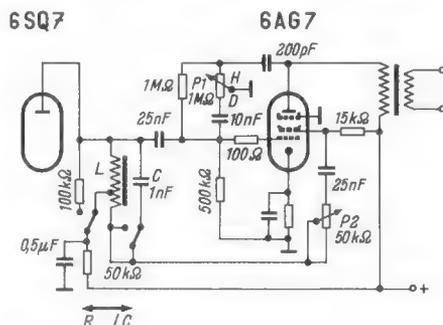
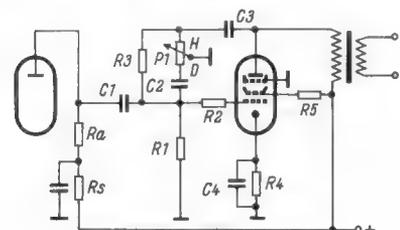

Bild 2. Einfügung eines Nf-Selektionskreises in die Endstufe
Bild 1. Ursprüngliche Schaltung des Niederfrequenzteiles
In dem vorliegenden Fall wurden zu der ursprünglichen Schaltung folgende Einzelteile zusätzlich benötigt: 1 Nf-Drossel, 1 zweipoliger Umschalter, 1 Potentiometer und 2 Kondensatoren. Die ursprüngliche Schaltung ist in Bild 1 wiedergegeben. An der Schaltung ist nichts Außergewöhnliches. P 1 dient zur Regelung der Tonhöhe und gleichzeitig der Gegenkopplung, wie dies bei manchen Rundfunkgeräten auch gemacht wird. R 5 ist ein Widerstand, der die Schirmgitterspannung herabsetzt und gleichzeitig als Begrenzer wirkt. Diese Schaltung war in einem vom Verfasser vor Jahren umgebauten BC-342 vorhanden. Mit wie wenig Änderungen die Einfügung eines Nf-Selektionskreises möglich ist, zeigt Bild 2. Die Nf-Drossel (etwa 12 Henry, mit Anzapfung bei etwa 15% vom unteren Ende) bildet mit dem 1-nF-Kondensator (C) den Resonanzkreis, der über P 2 durch die vom Schirmgitter der Röhre abgenommene Spannung entdämpft wird. Dies ist die Arbeitsweise bei Stellung LC des Umschalters. In Stellung R des Umschalters ist der ursprüngliche Widerstand Ra als Arbeitswiderstand der Vorröhre in Betrieb. Die vom Schirmgitter der Endröhre abgenommene Spannung gelangt jetzt auch über die Drossel zum Gitter. Der wesentliche Unterschied ist jedoch, daß diesmal keine Rückkopplung eintritt. Dies ist ganz einfach dadurch erreicht, daß die Anzapfung der Drossel in der Stellung R nicht an Masse liegt. In der Stellung LC liegt die Anzapfung über den 0,5-μF-Kondensator für Niederfrequenz an Masse; dies bewirkt die Entstehung der Rückkopplung durch passende Phasenlage der rückgeführten Spannung.
Zuerst soll auf die Vorbereitung dieser Empfänger für den Empfang der Dezimeterwellen in Band IV und Teile von Band V hingewiesen werden. Äußerlich ist diese an den beiden breiten Tasten „Sender I“ und „Sender II“ erkennbar, die Duplexsender-tasten genannt werden und auf der Frontseite des Empfängers angebracht sind (Bild 1). Es sind zwei Hf- und Mischteile vorgesehen. Der erste, für Band I/III (Kanal 2...11) ist eingebaut, der zweite für Band IV und V bis 660 MHz (Kanal 12...27) ist elektrisch davon getrennt und kann später eingefügt werden. Beide werden durch Drücken der entsprechenden Taste mit ihren niederohmigen Zwischenfrequenzausgängen auf den Eingang des vierstufigen Zf-Verstärkers geschaltet. Man wird also auch bei Dezimeterwellenempfang mit direkter Umsetzung auf die hohe Zwischenfrequenz arbeiten. Für den Anschluß des Dezi-Teiles ist im Empfänger bereits eine neupolige Fassung vorgesehen; dieser zweite Tuner wird gummigelagert und ist daher mikrofonie-unempfindlich.